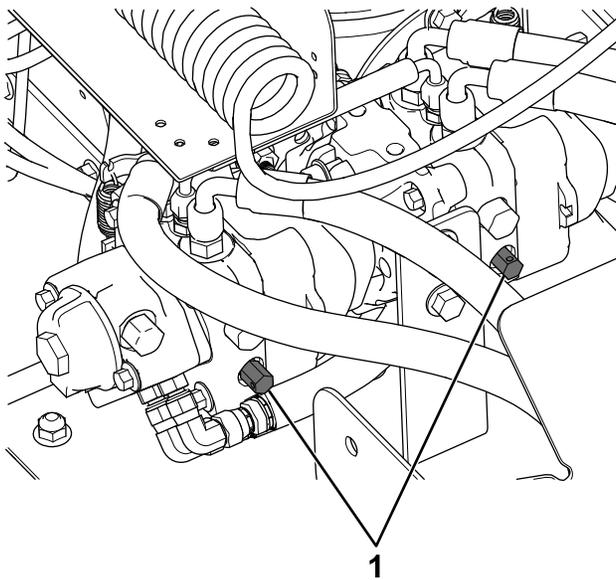

Figure 26
1. Ouvrez les vannes de dérivation sur la pompe hydraulique en les tournant une fois et demie dans le sens antihoraire (Figure 26).